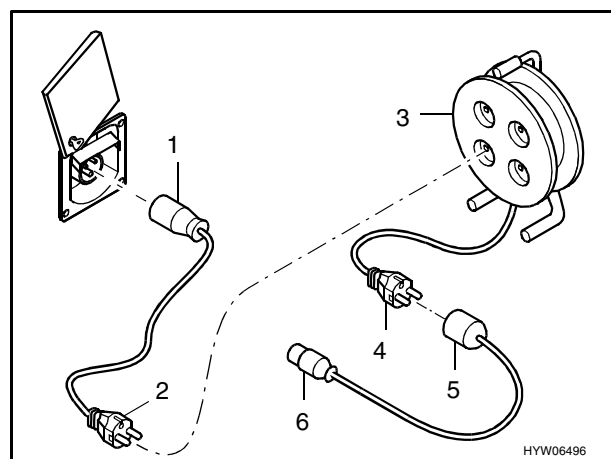

Fig. 51 Possibilità di collegamento per il collegamento a 230 V
- Ribaltare in alto la copertura (Fig. 51).
giunto di collegamento CEE 17 con contatto di terra (Fig. 51,1) – spina con contatto di terra (Fig. 51,2).
presa con contatto di terra (Fig. 51,3) – spina con contatto di terra (Fig. 51,4).
giunto di collegamento con contatto di terra (Fig. 51,5) – spina CEE 17 con contatto di terra (Fig. 51,6).